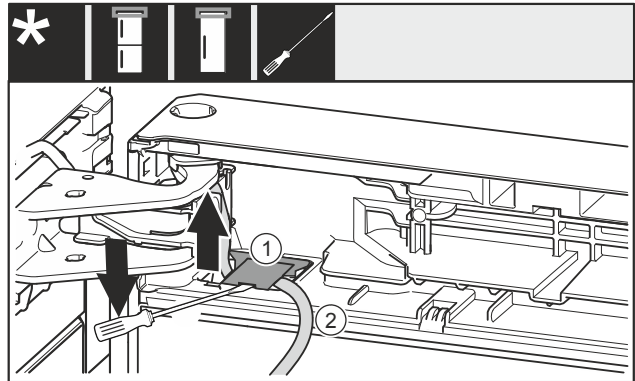

Fig. 20
- ▶ Za pomocą śrubokręta unieść osłonę Fig. 20 (1) i wyciągnąć.
- ▶ Wyciągnąć kabel Fig. 20 (2).